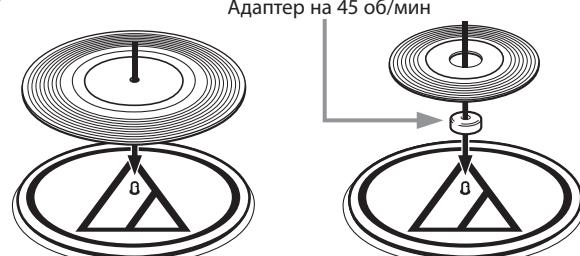

Рисунок 5
2. Положите на диск пластиночку. При необходимости используйте адаптер на 45 об/мин (рис. 5).
- Положите на диск пластиинку. При необходимости используйте адаптер на 45 об/мин (рис. 5).